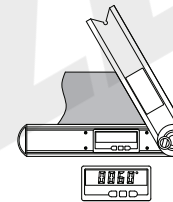
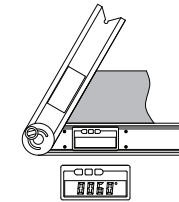
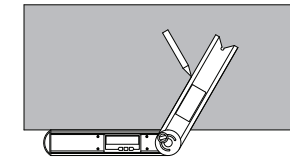

Abb. 7
Abb. 8
Abb. 9
c. Messen Sie den Winkel (Abb.7, Abb.8) und ritzen Sie ihn an (Abb.9).